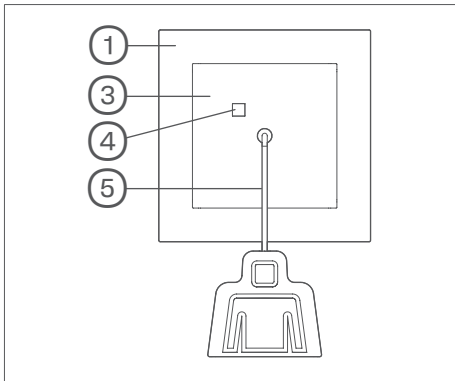
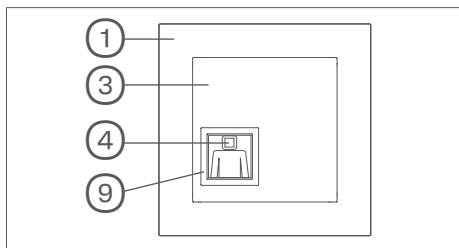

Bild 3: Zugtaster Abdeckung mit Rahmen
Bild 11: Ruftaster Abdeckung mit Rahmen
- In einer Notfallsituation an der Schnur des Zugtasters (Bild 3, 5) ziehen oder die rote Taste des optionalen Ruftasters (Bild 11, 9) betätigen. Die rote Beruhigungs-LED (Bild 3/11, 4) leuchtet hell. Das rote Lichtsignal außerhalb des Raumes blinkt, wenn eingestellt unterstützt durch einen Summertone. Und: Wenn installiert, wird im Dienstzimmer oder einer Zentrale der Hilferuf durch die rote LED in der gelben Taste und einen Summertone an der Dienstzimmereinheit signalisiert.